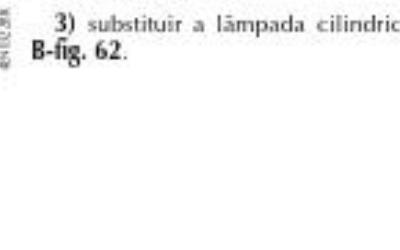

fig. 61
- 1) com uma chave de fenda no ponto indicado pela seta-**fig. 61** remover o conjunto da luz interna montado a pressão;